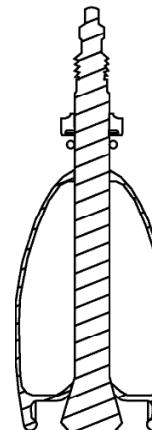

Abb. 1 - A
- Entfernen Sie die Sicherungsmutter (Abb. 1 - A), die auf das Außen gewinde des Ventils geschraubt ist.
- Schrauben Sie die zuvor entfernte Kontermutter (Abb. 1 - A) wieder auf das Ventil, so dass das Ventil im Verhältnis zur Felge gehalten wird.